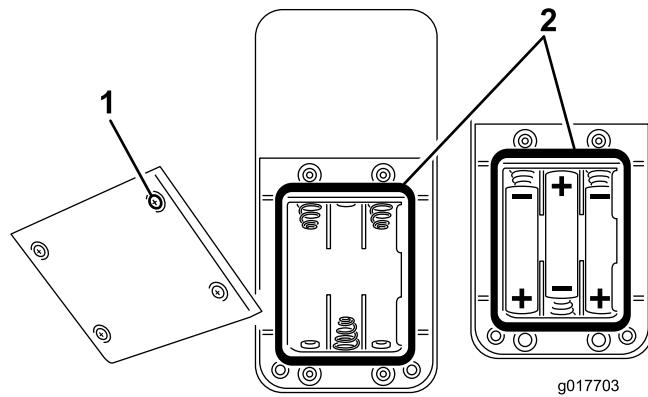

Figura 14
2. Para instalar pilas en un compartimento vacío, instale tres pilas nuevas tamaño AAA. Asegúrese de que orientar las pilas según se indica en Figura 14.
3. Para cambiar pilas gastadas, retire las pilas usadas e instale tres pilas nuevas tamaño AAA. Asegúrese de que orientar las pilas según se indica en Figura 14.